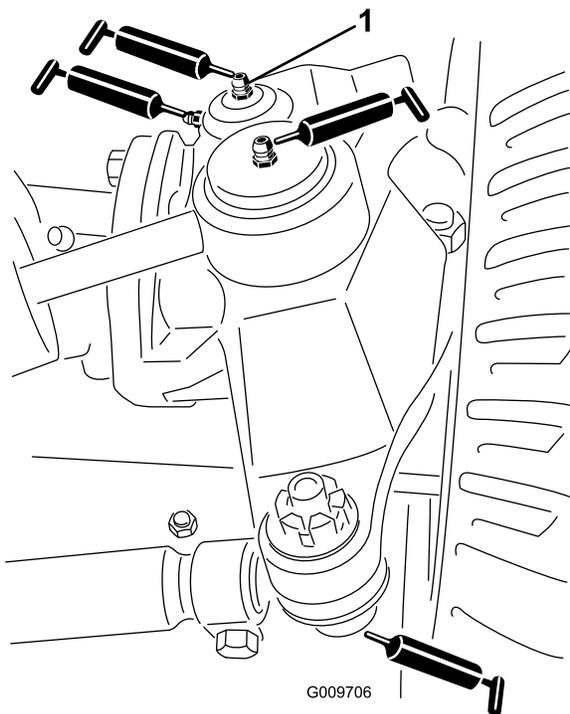

Figure 81
- Rotules de vérin de direction (2) (Figure 81)
- Rotules de biellettes (2) (Figure 81)
- Bagues de pivots de fusées (2) (Figure 81). **Le graisseur supérieur du pivot de fusée ne doit être lubrifié qu'une fois par an (2 injections de graisse).**